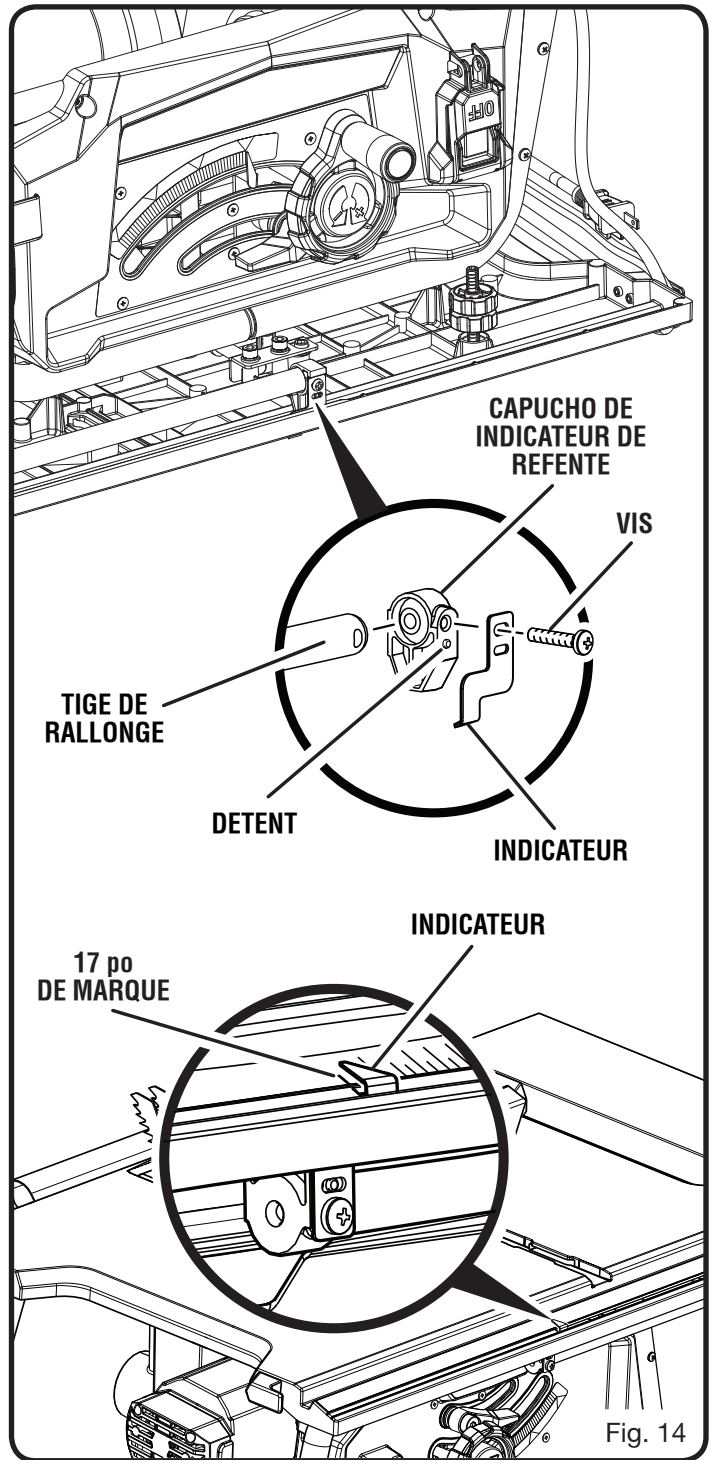

Fig. 14
- Appuyer le capuchon d'extrémité sur la tige de rallonge selon (voir la figure 14).